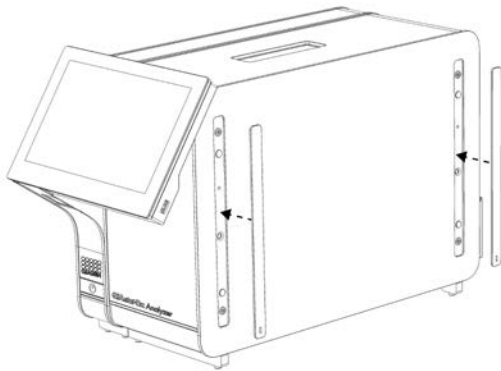

Figura 7. Reatașarea capacelor de protecție.
4. Atașați la loc capacele de protecție pe partea laterală a modului analitic (Figura 7).